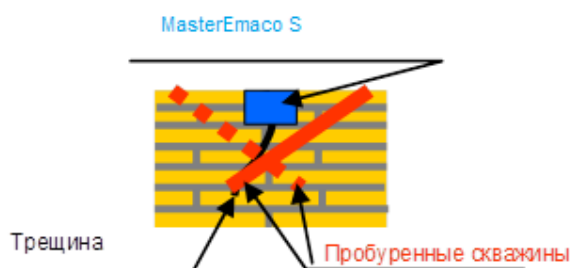

Рисунок 1 Примерная технология инъекции трещин.
- 5) в случае большого раскрытия, трещина предварительно заполняется смесью MasterEmaco S для исключения вытекания суспензии MasterEmaco A 640. (рис. 1)